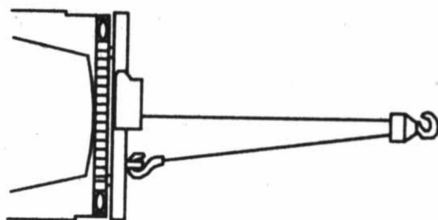

Abbildung 15
1. Verwenden Sie eine doppelte Leine mit einem Flaschenzug (siehe Abb. 15), um die Belastung von Winde, Drahtseil und Batterie zu verringern. Eine doppelte Leine verringert auch die Geschwindigkeit der Windenleine. Stellen Sie sicher, dass alle verwendeten Geräte die maximale Seilzugkraft der Winde erfüllen. Bei einer doppelten Leine sollten Flaschenzüge mindestens doppelt so stark sein wie die Seilzugkraft der Winde.